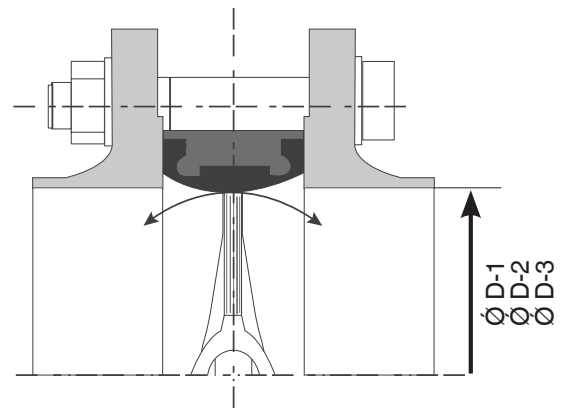

Abbildung 1: Richtiger Einbau
- Absperrklappe mit geeignetem Flanschdurchmesser verwenden (siehe Kapitel 10.1, Abbildung 1).